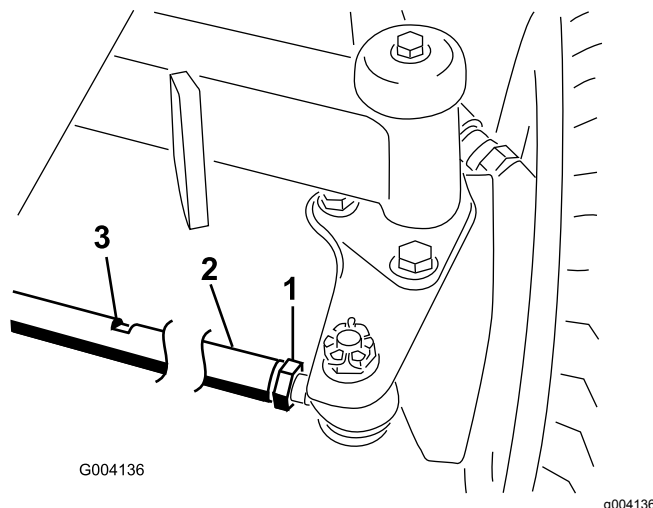

Figura 64
2. Desaperte a porca de bloqueio em cada extremidade da barra de direção (Figura 64).